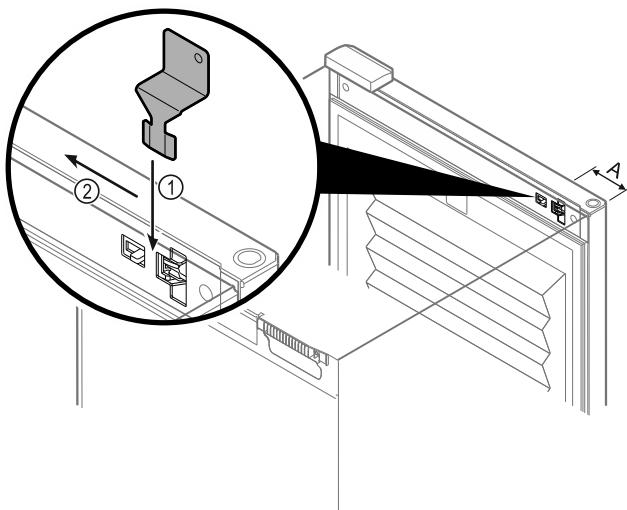

Fig. 148
- Coloque la llave de desbloqueo de emergencia en el lugar indicado Fig. 148 (A) ≈ 100 mm.
- Introduzca la llave de desbloqueo de emergencia Fig. 148 (1) entre la puerta y el cuerpo del electrodoméstico desde la parte superior hasta el tope.
- Tire de la llave de desbloqueo de emergencia hacia la bisagra. Fig. 148 (2)